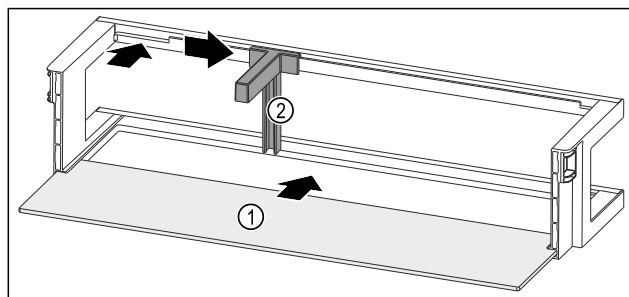

Fig. 63 Balconcino controporta con ripiano
- Inserire il ripiano Fig. 63 (1) negli incavi laterali.
- Inserire il fermabottiglie Fig. 63 (2) nell'incavo.
- Fare scorrere il fermabottiglie Fig. 63 (2) lateralmente alla posizione desiderata.